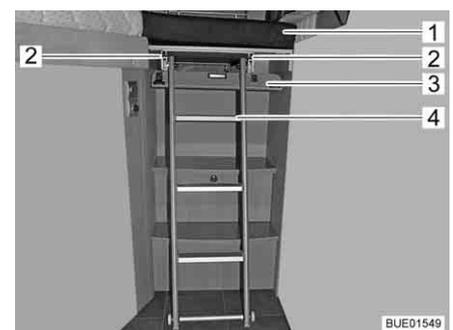

Fig. 119 Acrescento da cama com escada
- Mova o painel (Fig. 119,3) para baixo. O painel é mantido fixado por meio de fechos magnéticos.
- Desencaixe a escada (Fig. 119,4) e puxe-a um pouco mais para fora das calhas (Fig. 119,2).
- Coloque o estofo adicional (Fig. 119,1) sobre o acrescento da cama.